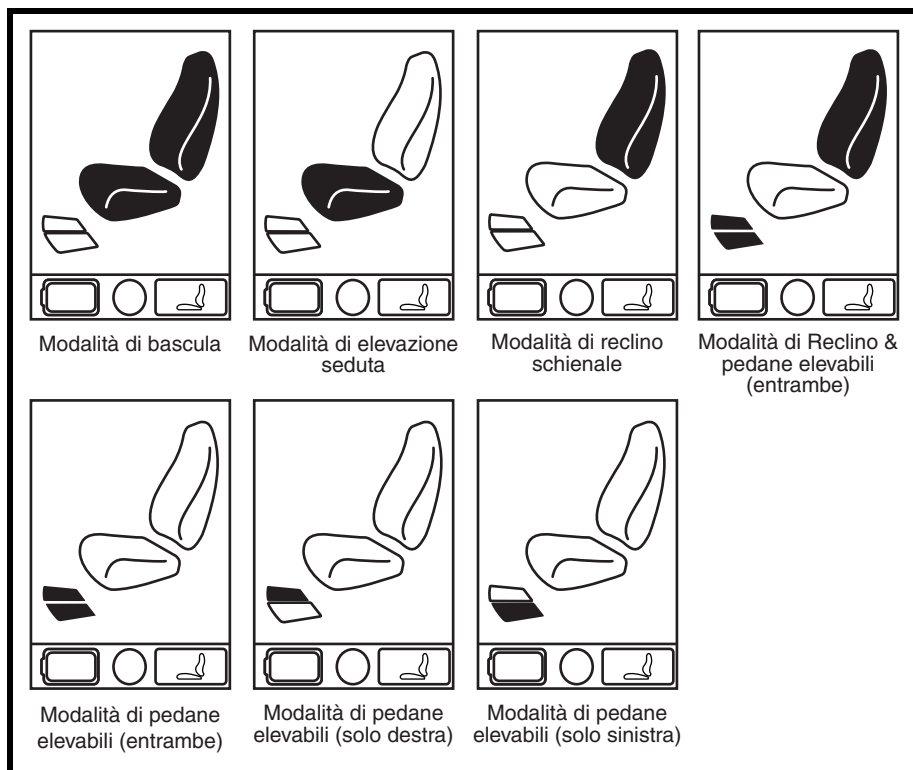

Figura 1. Selezione attuatore
3. Spingere il joystick verso destra o sinistra per eseguire il ciclo degli attuatori disponibili fino a quando quelli desiderati sono illuminati sull'apposito indicatore. **Vedere figura 1.**